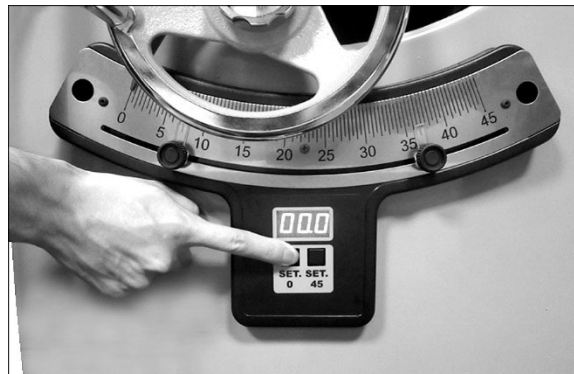

Figure 8-13
3. Si la lame de scie est relativement proche de 0°, réglez la lame à exactement 0° et appuyez sur le bouton « SET 0 » (définir 0). L'affichage affichera 0,00. Voir la Figure 8-13.